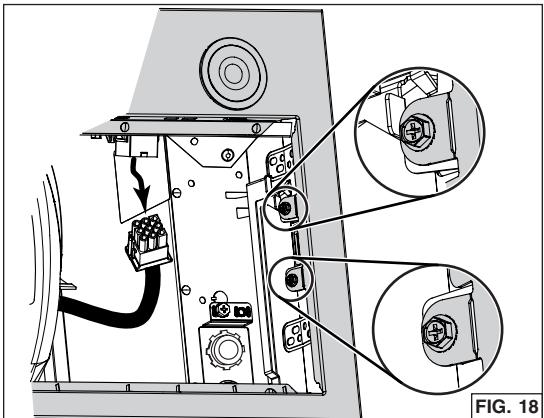

FIG. 18
6. Débrancher le câble du ventilateur de son connecteur situé sur le châssis. Démonter le châssis de la hotte en retirant ses 4 vis de retenue (deux par côté, encerclées dans la FIG. 18) de la coque de l'appareil. Mettre de côté le châssis avec ses vis.